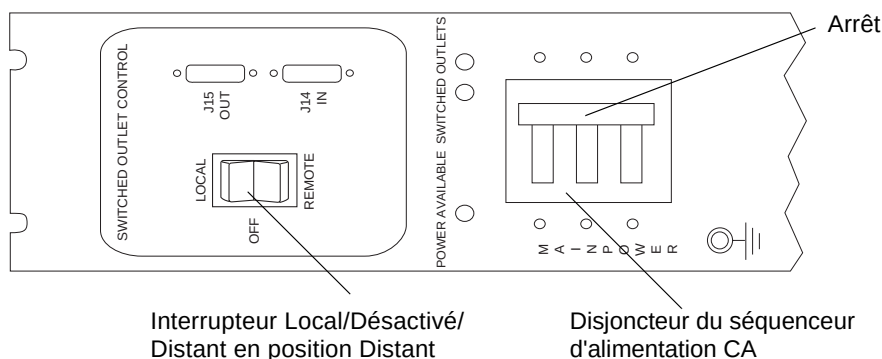

FIGURE B-10 Panneau de contrôle du séquenceur d'alimentation CA : Arrêt
- 4. Dans la partie inférieure, à l'avant et à l'arrière du coffret de base et des coffrets d'extension (le cas échéant), mettez les disjoncteurs des séquenceurs d'alimentation CA en position Arrêt (vers le haut) (voir FIGURE B-10).**
- 5. Dans la partie inférieure, à l'avant et à l'arrière du coffret de base et éventuellement des coffrets d'extension, vérifiez que l'interrupteur Local/Désactivé/Distant est en position Distant (voir FIGURE B-10).**